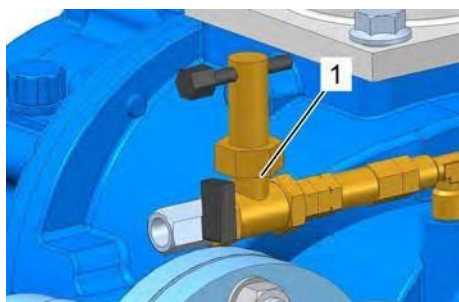

Рис. 42: Шаровой кран
4. ➤ Закройте шаровой кран (Рис. 42/1) в шлангопроводе между насосом и компрессором.